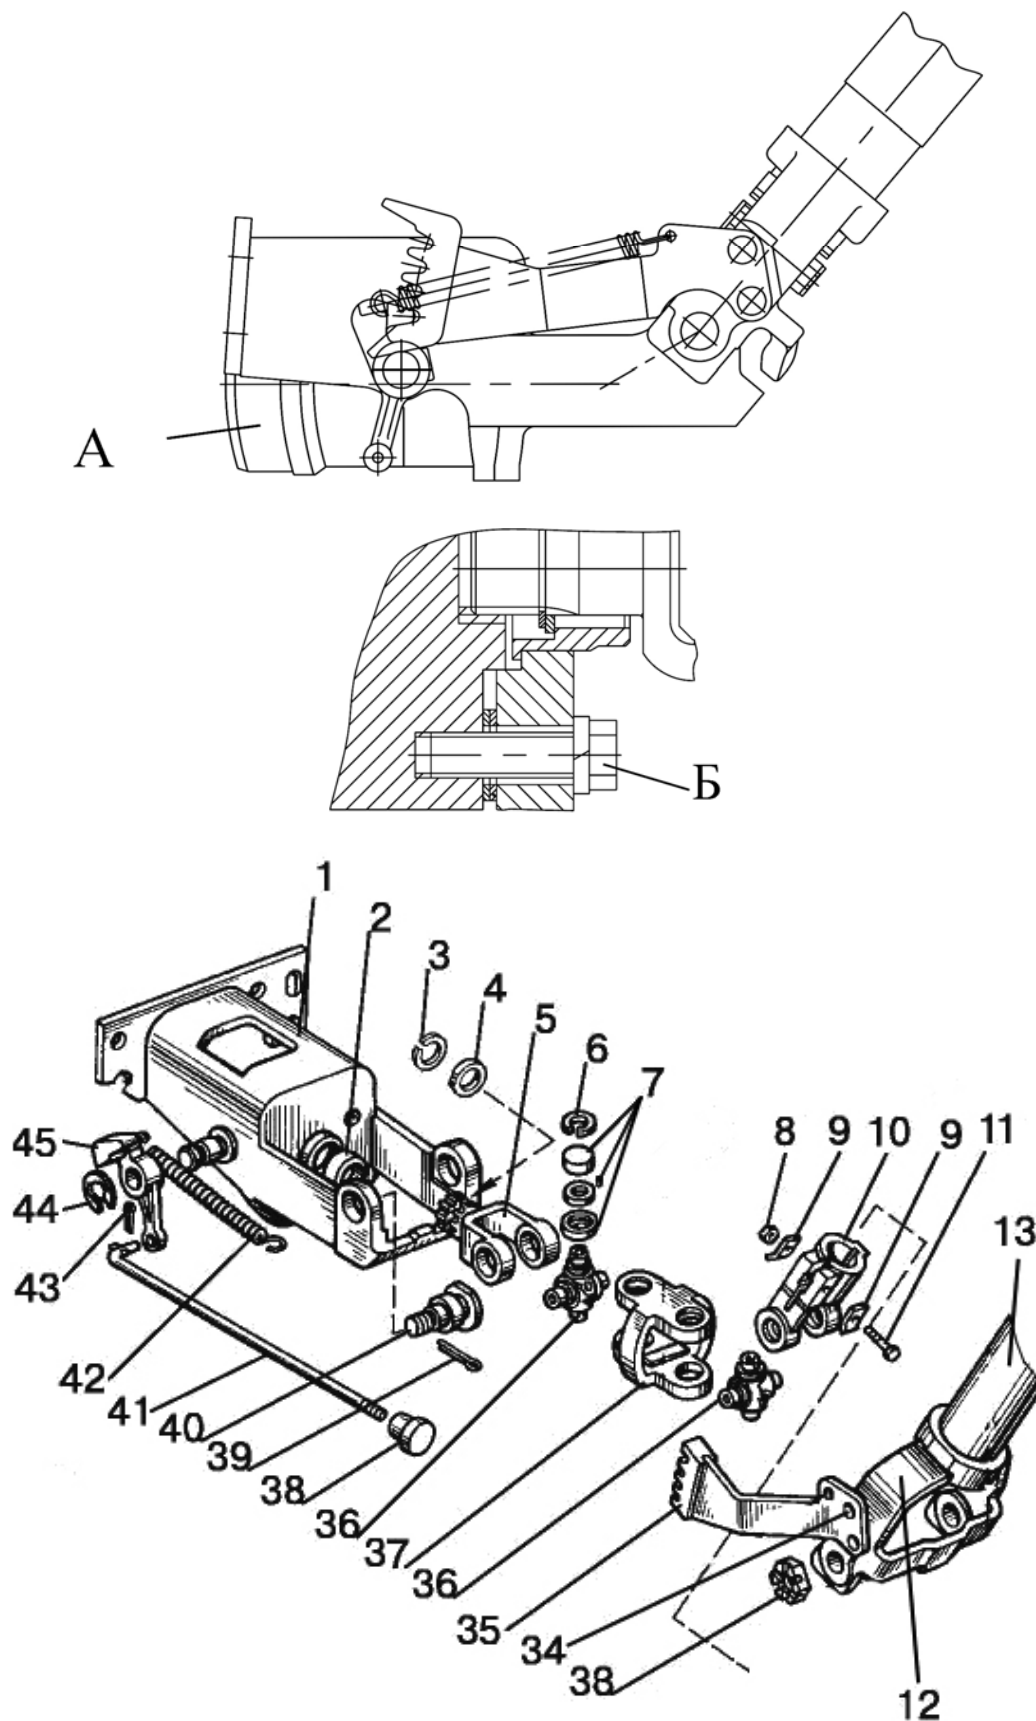

Рисунок 6.7
- 1) отвинтите винты крепления чехла (29), к щитку приборов;
- 2) снимите крышку (22), отверните зажим (23) и выньте рулевое колесо (26) вместе с пружиной (30), валом (31), чехлом (29) и втулками (27) и (28);
- 3) вставьте металлический стержень между проушинами вилки (10), **(рисунок 6.7)**, кардана, и отверните на 1-2 оборота ключом S=36 мм контргайку (21);
- 4) отогните стопорную шайбу (9), со стороны гайки (8), отверните ее и выньте болт (11) со второй шайбой (9);
- 5) потяните за отбойник (46) и выньте вал (15) вместе с хвостовиком (16) и штифтом (17) из вилки (10) и трубы (13);
- 6) отверните гайку (20) с контргайкой (21) и снимите с трубы (13) отбойник (46);
- 7) выньте из трубы (13) втулку (19) с амортизатором (18) и разъедините их;
- 8) отклоните вилку (10) снимите шайбу (32) и выньте вторую втулку (19) с амортизатором (18).
- 9) отверните болты «Б», **(рисунок 6.7)**, и снимите насос-дозатор «А»;
- 10) снимите стопорное кольцо (3) и шайбу (4);
- 11) выньте карданное соединение (5), (7), (10), (36), (37), и втулку (2);
- 12) снимите пружину (42).